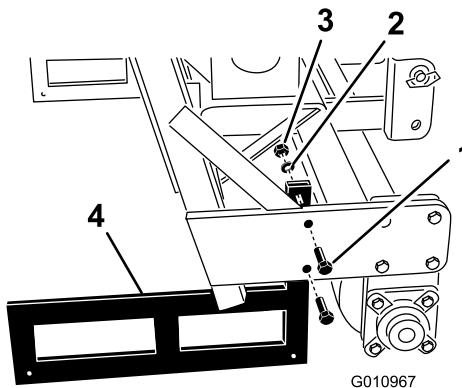

Figure 35
2. Enlevez les boulons, rondelles-freins et écrous qui fixent les supports de rangement à chaque extrémité de l'aérateur (Figure 35).